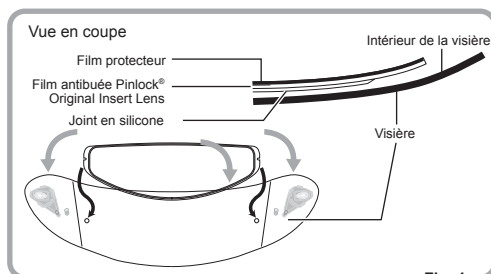
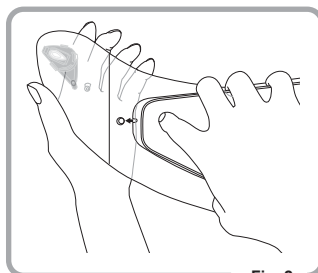

Fig. 1
Fig. 2
1. Appliquez le côté du film antibuée Pinlock® Original Insert Lens où se trouve le joint en silicone sur la face intérieure de la visière, sans décoller le film protecteur du film antibuée. Appliquez le film antibuée Pinlock® Original Insert Lens sur la face intérieure de la visière en l'encliquetant dans les broches excentriques. (Fig. 1 et Fig. 2)